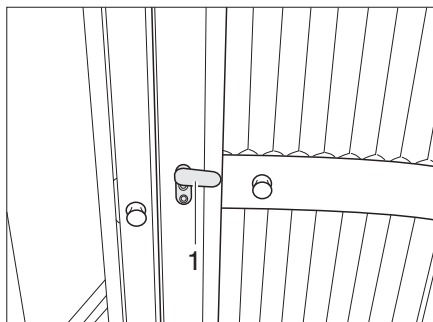

Bild 260 Vario-Toilette, Toiletten-Eingangstür
- Den Riegel (Bild 260,1) an der Toiletten-Eingangstür senkrecht stellen und das Innenteil der Toiletten-Eingangstür ausklappen.
- Das Innenteil zur Toiletten-Eingangstür drehen und zum Schließen den Riegel (Bild 260,1) waagrecht stellen.